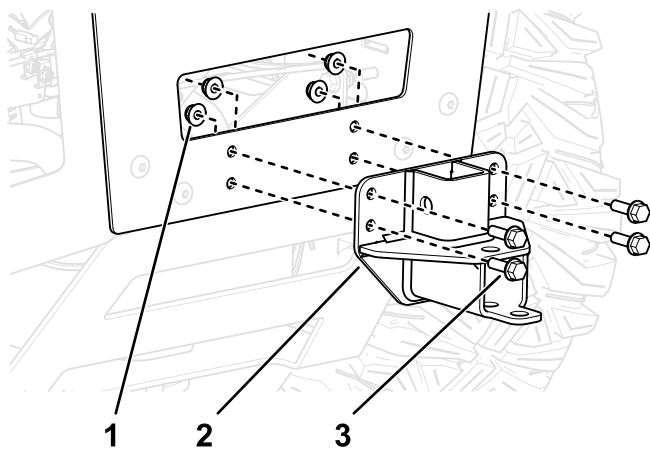

Bild 14
3. Befestigen Sie die Befestigungshalterungen für den Grasfangkorb an der Maschine, wie in Bild 14 dargestellt.